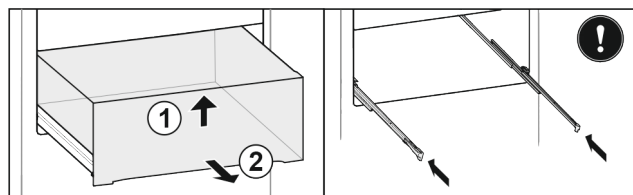

Fig. 19
- ▶ Unieść szufladę z przodu Fig. 19 (1).
- ▶ Wyjąć do przodu Fig. 19 (2).